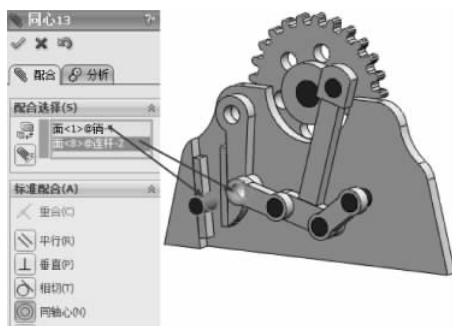

图 3-161 同轴心配合
(24) 选择【标准配合】选项组下的【同轴心】配合类型 ,在【要配合的实体】选择框  中选择如图 3-161 所示的面,其他保持默认,单击【确定】按钮 ,完成同轴心配合。